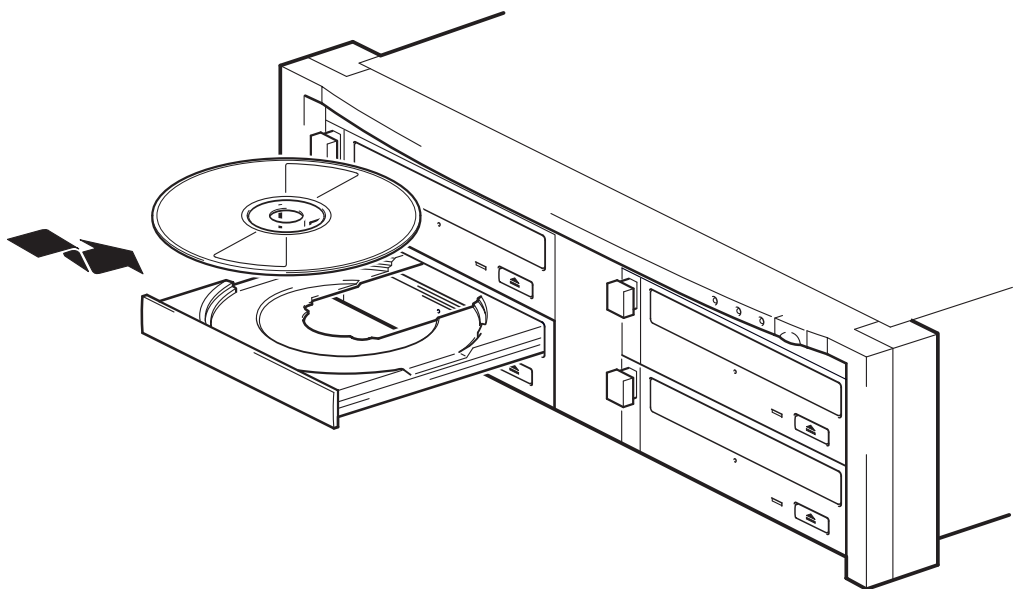

図 4a: ディスクのロード
- 1 図 4a のように印刷面を上にして CD や DVD をディスク・ローディング・トレイに挿入し、トレイをドライブにそっと押し戻します。